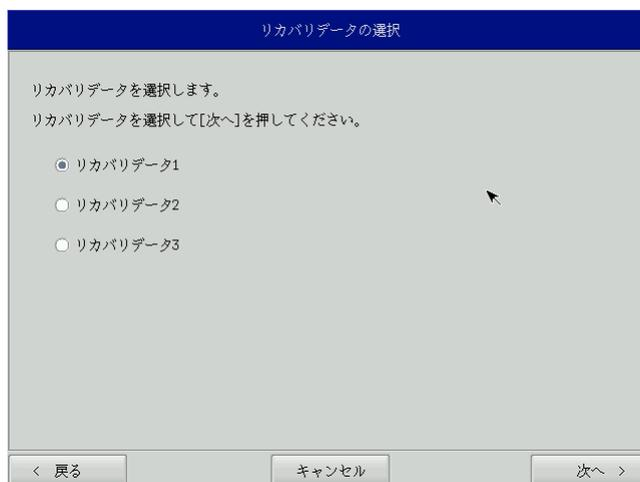

図 7-2-1. リカバリデータ選択画面
- ⑤ リカバリデータ選択画面（図 7-2-1）が表示されます。製品に合わせてリカバリデータをを選択し、[次へ]ボタンを押します。表 7-2-1 に AM シリーズで選択できるリカバリデータを示します。